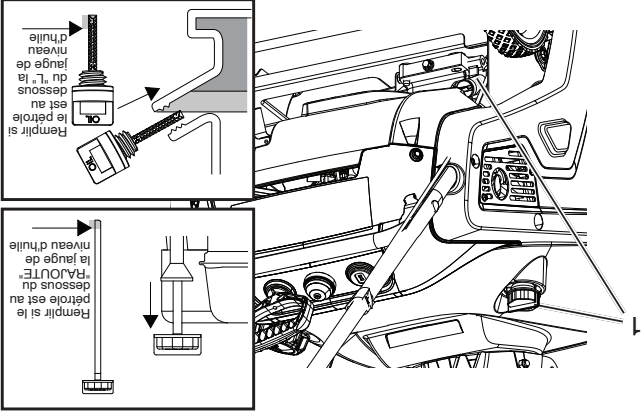

Figure 8
2. Nettoyer la zone autour de la jauge (Figure 8).